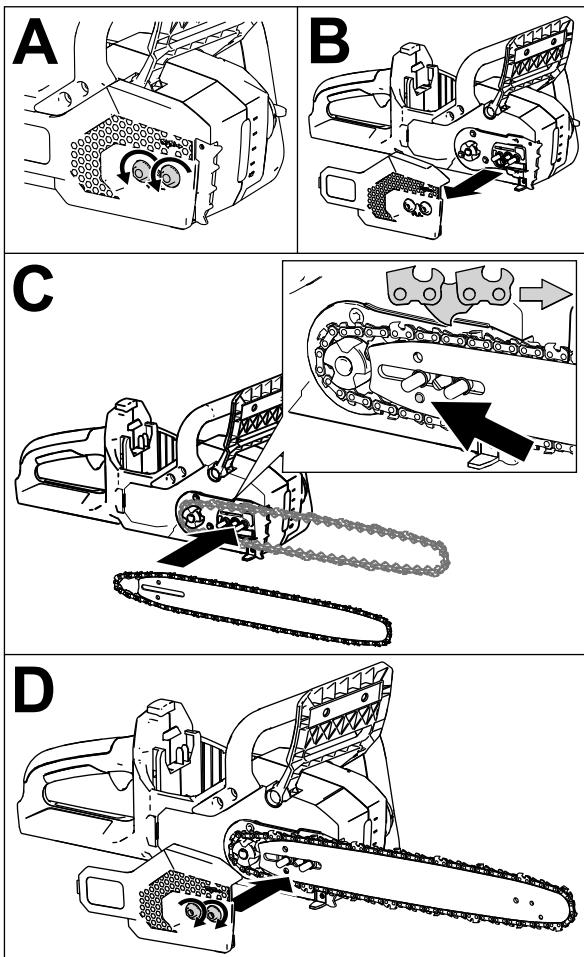

Bild 31
4. Positionieren Sie die offene Schleife der Sägekette (nicht am Sägeschwert) um das Antriebsrad an der Kettensäge und befestigen Sie das Sägeschwert und die befestigte Sägekette an der Kettensäge, wie in Bild 31 dargestellt.